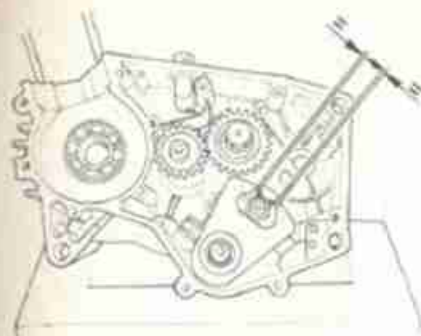
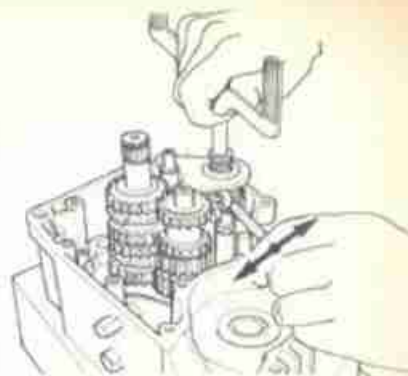

FIG. 39 Posizione di montaggio selettore
FIG. 40 Regolazione selettore
- Posizionando l'albero a cammes in 2a velocità, si dovrà verificare l'equidistanza dei rulli della cammes dai beccucci della forchetta (fig. 39). In caso contrario agire sui terminali della molla eseguendo leggere deformazioni fino a condizione ottenuta (fig. 40).